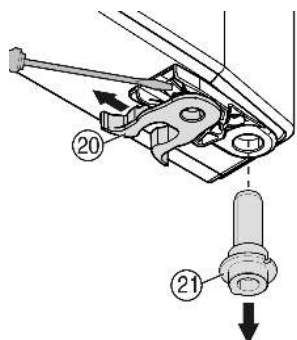

Fig. 8
- ▶ переставить пружинный зажим Fig. 8 (20). Нажмите вниз язычок защелки, снимите с него пружинный зажим.
- ▶ Извлеките опорный палец Fig. 8 (21) из втулки двери и вставьте вместе с шайбами на противоположную сторону. Язычок защелки должен быть направлен к внутренней стороне двери, паз — к внешней стороне.
- ▶ Поверните нижнюю часть двери и вставьте опорный палец Fig. 8 (21) в опорный кронштейн. При необходимости покрутите опорный палец, чтобы он смог заскочить.